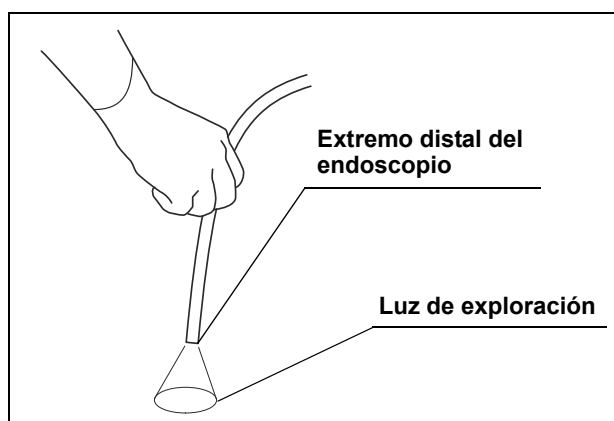

Figura 3.6
2. Confirme que la luz de exploración se emite desde el extremo distal del endoscopio (véase la figura 3.6).